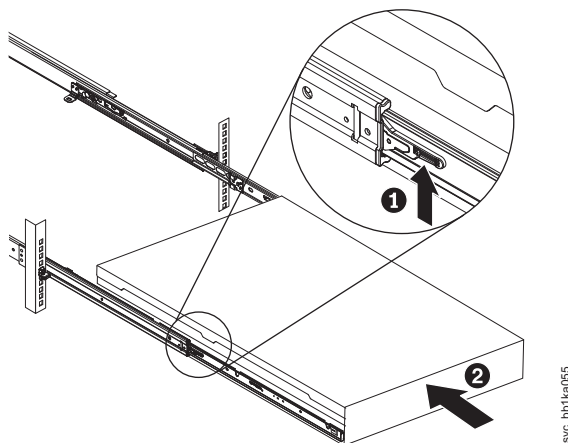

Figura 315. Levantando as alavancas de travamento dos trilhos deslizantes do rack
15. Levante as alavancas de travamento (**1** na Figura 315) nos trilhos deslizantes e empurre o servidor **2** inteiro no rack até que ela encaixe no lugar.